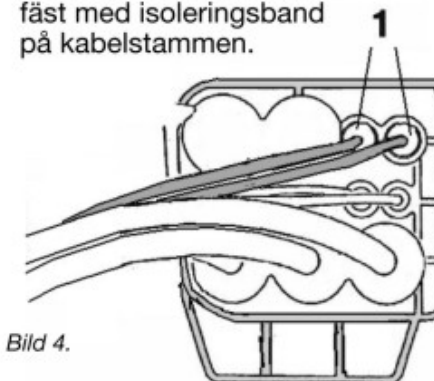

Bild 4.
15. Avlägsna kabelklämmorna ur kammare 1 och 2 (bild 4)